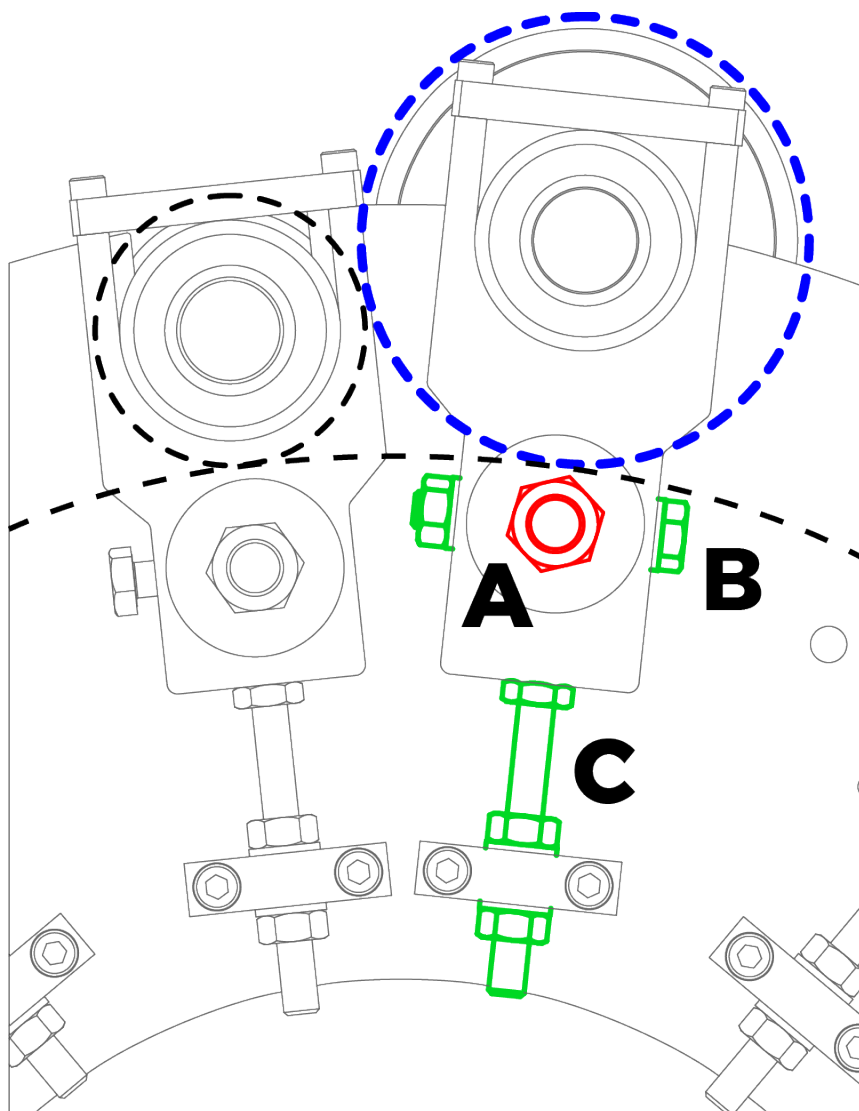

Figura 6.3.9 – Registrazione del rullo lavoratore del gruppo cardante
Dopo aver registrato il rullo volteggiatore del gruppo cardante è necessario posizionare correttamente il rullo lavoratore (evidenziato in **blu** nella Figura 6.3.9) rispetto al rullo volteggiatore e al cilindro principale.
- Allentare la vite di bloccaggio centrale (simbolo **A** nella Figura 6.3.9).
- Regolare la distanza agendo sulle viti di registro (simboli **B** e **C** nella Figura 6.3.9).
- Dopo aver impostato la corretta distanza su entrambi i lati del rullo serrare la vite di bloccaggio centrale (simbolo **A** nella Figura 6.3.9).
- Serrare i dadi e i controdadi delle viti di registro (simboli **B** e **C** nella Figura 6.3.9).